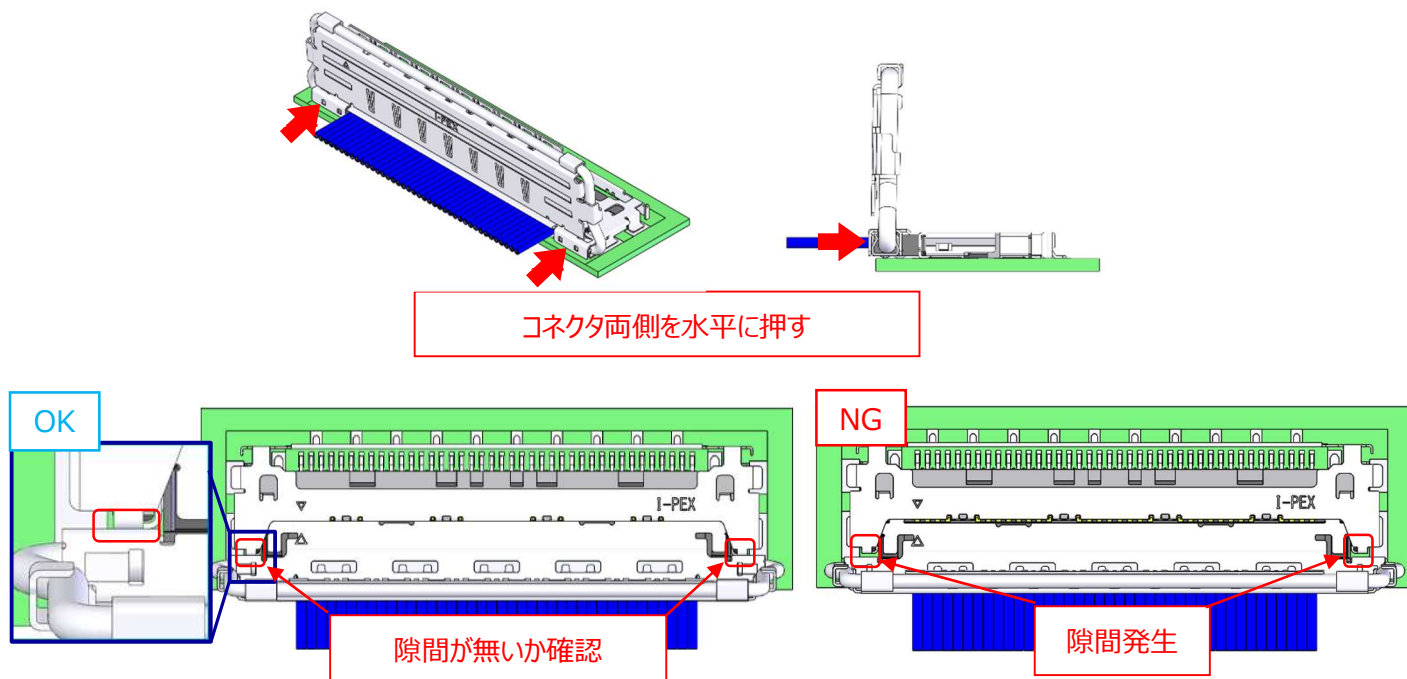

図 7
④ 図 7 の様に、プラグコネクタの両側を水平に押し、隙間が無いかを確認する。